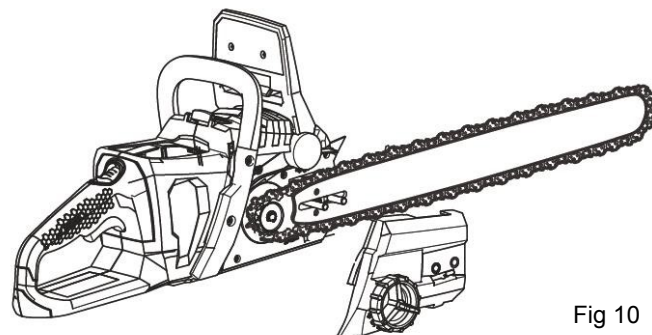

Fig 10
- Vuelva a colocar la cubierta del embrague asegurándose de que el pasador de ajuste de la cubierta del embrague esté en el orificio del pasador tensionador de la cadena de la barra y que los dos espárragos de la barra estén fijos en sus respectivos orificios situados en la cubierta del embrague. (Fig. 10)